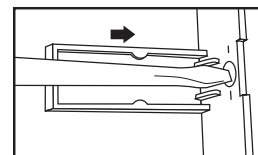

Fig. 5
6. Place a screwdriver behind the button hole cover and push it out. **(Fig. 5)**
6. Coloque un destornillador detrás de la tapa del orificio del botón y empújelo hacia afuera. **(Fig. 5)**
6. Placer un tournevis derrière le couvercle de l'ouverture du bouton et le pousser vers l'extérieur. **(Fig. 5)**